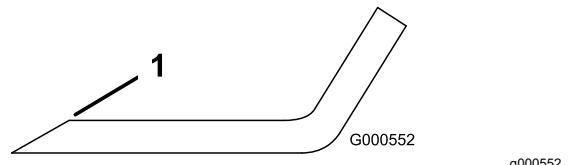

Bild 76
1. Schärfen Sie die Schnittkante an beiden Enden des Schnittmessers mit einer Feile (Bild 76).
**Hinweis:** Feilen Sie, wenn das Schnittmesser nicht ausgewuchtet ist, vom Flügelbereich des Messers etwas Metall ab (Bild 76).